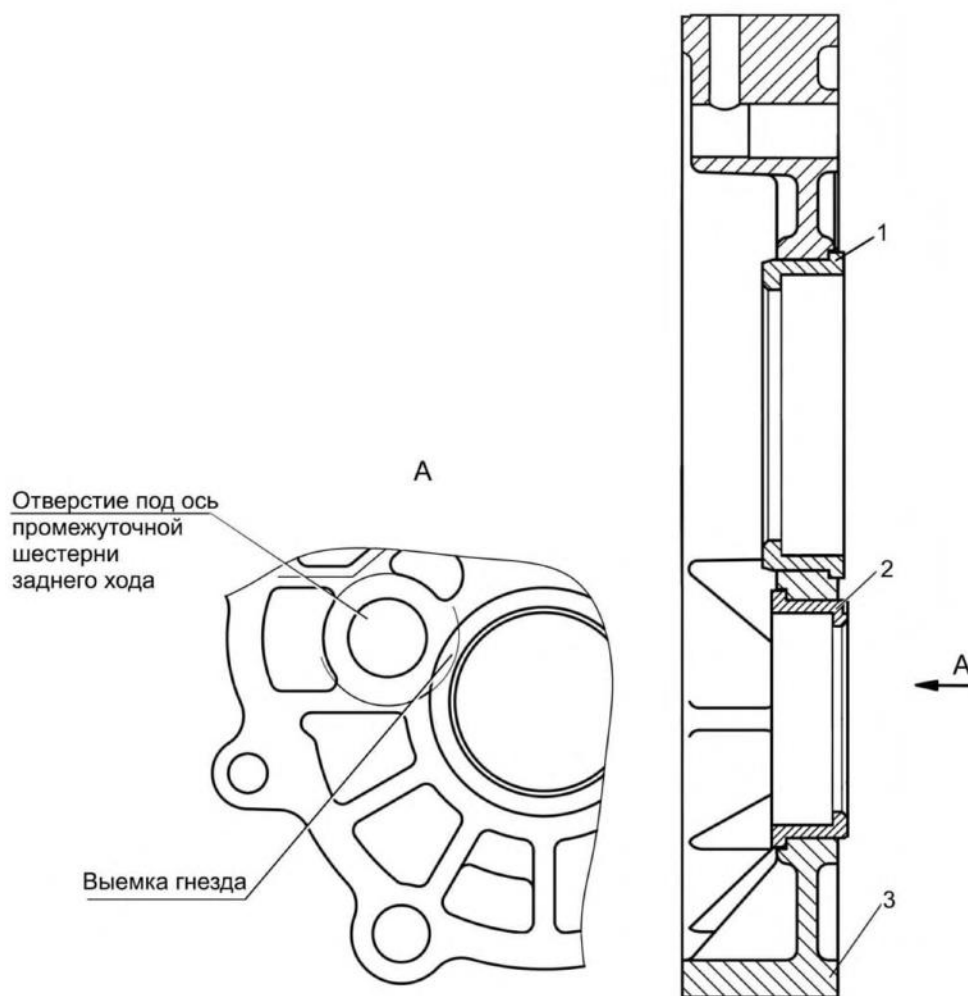

Рис. 3.42. Пластина с гнездами подшипников: 1 - гнездо подшипника вторичного вала; 2 - гнездо подшипника промежуточного вала; 3 – пластина
- запрессовать гнезда подшипников вторичного и промежуточного валов в пластину до упора, установив гнездо подшипника промежуточного вала лыской в сторону отверстия под ось промежуточной шестерни заднего хода (рис. 3.42).